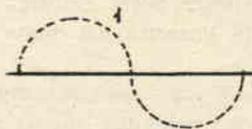
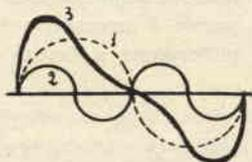
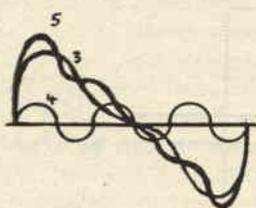
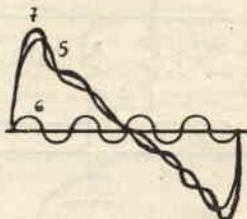

fig. 5A
fig. 5B
fig. 5C
fig. 5D
ad una forma che assume un andamento più o meno rettilineo. In fig. 5 abbiamo proprio tracciato una sinusoide che rappresenta l'onda fondamentale (fig. 5A); in fig. 5B è illustrata l'onda fondamentale (1) la sua seconda armonica (2) e l'onda risultante dall'unione di esse, (3). In fig. 5C si vede l'onda risultante (3) che sommata alla terza armonica forma l'onda 5; in fig. 5D è illustrata l'onda 5 la quale sommata alla quarta armonica (6) dà come risultato l'onda 7, e così via. Dalle figure suddette appare evidente che maggiore sarà il numero delle armoniche, più rettilinea risulterà l'onda a dente di sega. Adesso bisogna ricordare che le predette armoniche di frequenza pari alla fondamentale interessano una